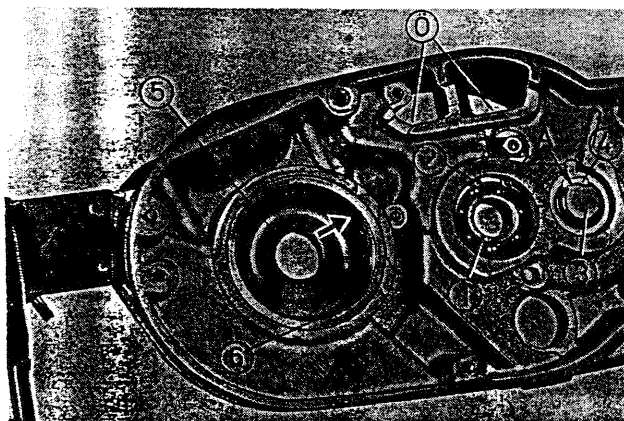

Fig. 255. Demi-carter gauche – plaque de conduite d'huile et palier d'engrenages
- Poser la plaque de conduite d'huile (5) du palier 6306 sur le circlip (6), en partant de la chambre de vilebrequin. Le petit point enfoncé en un endroit sur le bord extérieur de la plaque de conduite d'huile est dirigé vers l'endroit ouvert du circlip et sert d'arrêt contre le décalage (voir flèches à la fig. 255).
- Installer le palier principal du vilebrequin (3) en se servant d'un mandrin de montage (1). La plaque de conduite d'huile est centrée avec le collet conique du mandrin de montage (2).